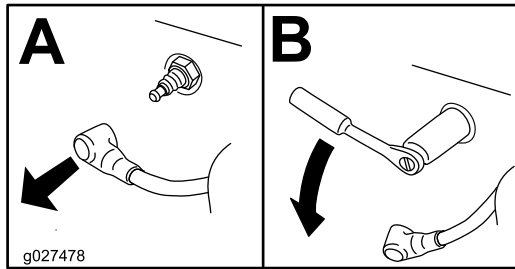

Figura 45
- Demontați bujia (Figura 45).